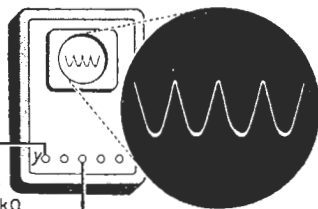

Fig. 59b
- Maak Sk dicht. Regel de Y -versterking en de X -snelheid tot een afbeelding volgens fig. 59b zichtbaar wordt. „Trigger” de tijdbasis met de netspanning.